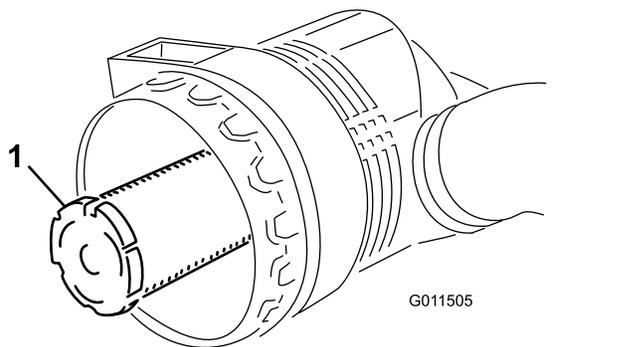

Рисунок 75
**Внимание:** Никогда не пытайтесь очистить контрольный фильтр (Рисунок 75). Заменяйте контрольный фильтр новым после каждых трех обслуживаний фильтра грубой очистки.